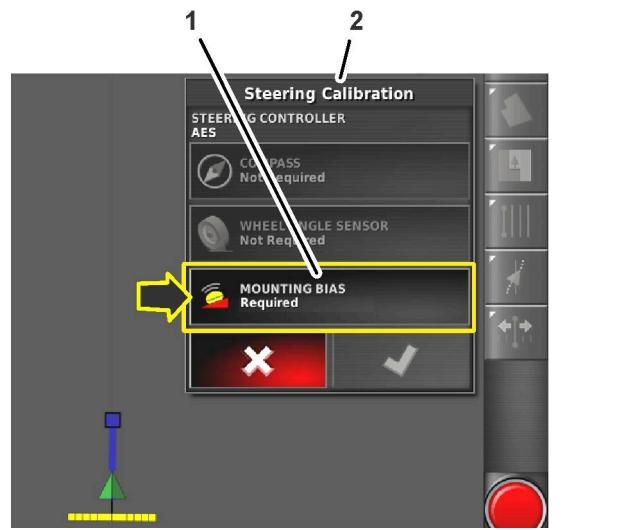

Figura 167
3. Prima o ícone MOUNTING BIAS (Figura 167).